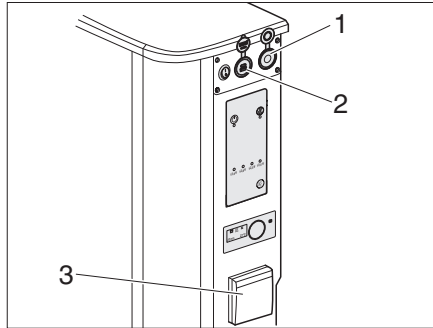

Bild 8 Anschlussleiste
- 12-V-Anschluss (Bild 8,1)
- 2 USB-Anschlüsse (Typ A und Typ C) (Bild 8,2)
- 230-V-Steckdose (Bild 8,3)